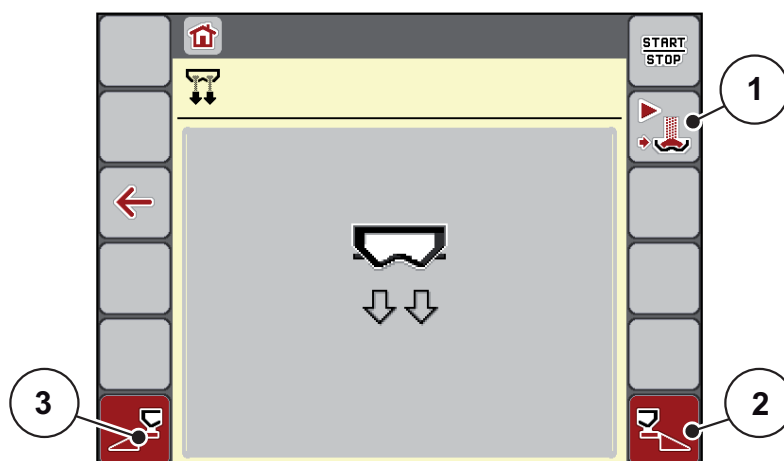

Figure 4.19 : Menu Vidage rapide
- ▷ L'écran affiche le tronçon souhaité avec un symbole (Figure 4.19, position [2]).